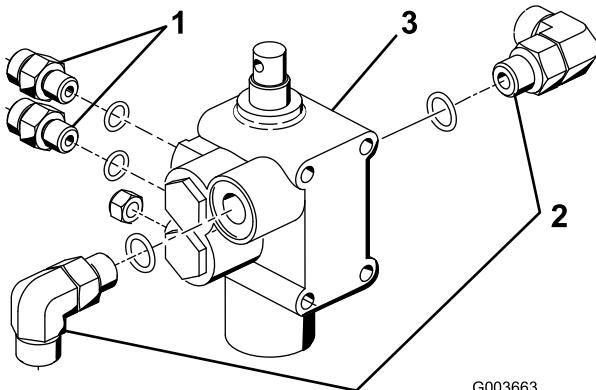

図 7
1. 図 7に示すように、エルボー継手と2つのストレート油圧継手の両方を新しいリフトバルブにねじ込む。